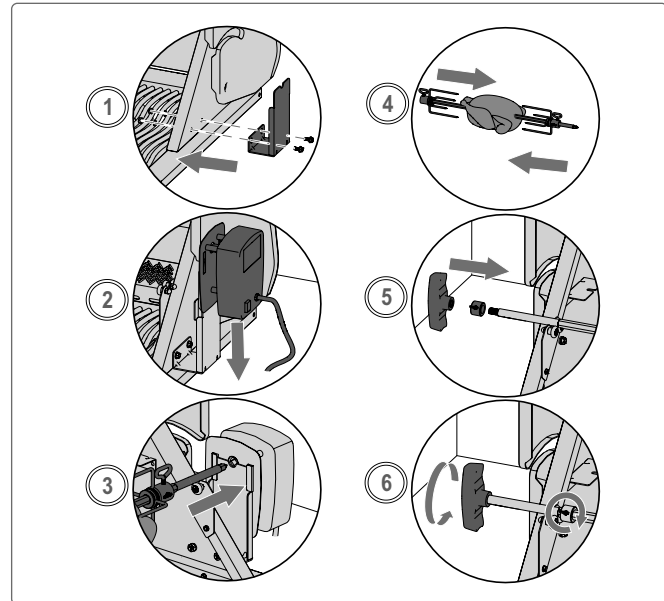

Abb. 6
5. Schieben Sie die zweite Drehspießgabel auf den Drehspieß und drücken Sie sie in das Hähnchen, bis alle 3 Hähnchen fest zusammengedrückt sind. Festziehen (**Abb. 6**).